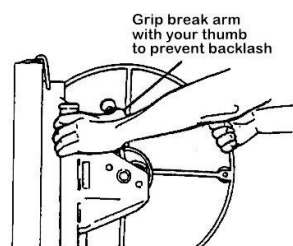

Figure 3
- б) Поднимите рычаг тормоза до упора вверх. Хватайтесь за лебедку и крепко удерживайте тормозной стержень большим пальцем, чтобы предотвратить его отскок (рис. 3).